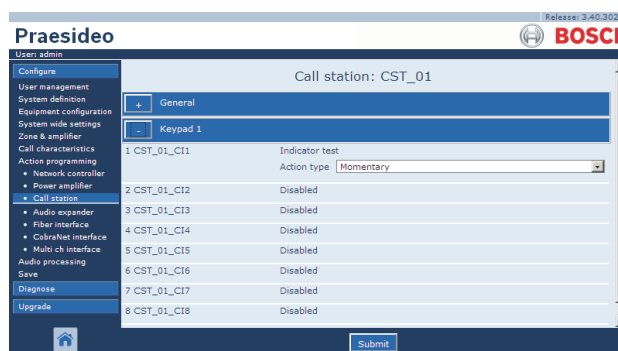

figura 48.32: Tasto di verifica degli indicatori
- 1 Se viene fatto un annuncio ad almeno una delle zone o dei gruppi di zone configurati con una priorità più alta o uguale alla priorità configurata, viene attivata la seconda uscita per questo indicatore tasto (di solito un LED giallo) su un modulo tastierini per postazione annunci PRS-CSKPM. Se viene utilizzata per indicare un annuncio di emergenza in queste zone o gruppi di zone, allora si dovrà collegare un LED rosso a questa uscita. Preferibilmente, viene utilizzato un indicatore dedicato per ogni zona di emergenza. Per questa funzione è definito il colore rosso nella maggior parte degli standard dei sistemi audio di emergenza, ad es. EN54-16. Se la priorità definita è impostata su 224 l'indicatore *Zone status* si illumina se verso quella zona o quel gruppo di zone viene fatto un annuncio di emergenza (priorità uguale o superiore a 224). Vedere figura 48.32 per una panoramica della pagina *Action programming* per quanto riguarda un tasto *Zone status*.